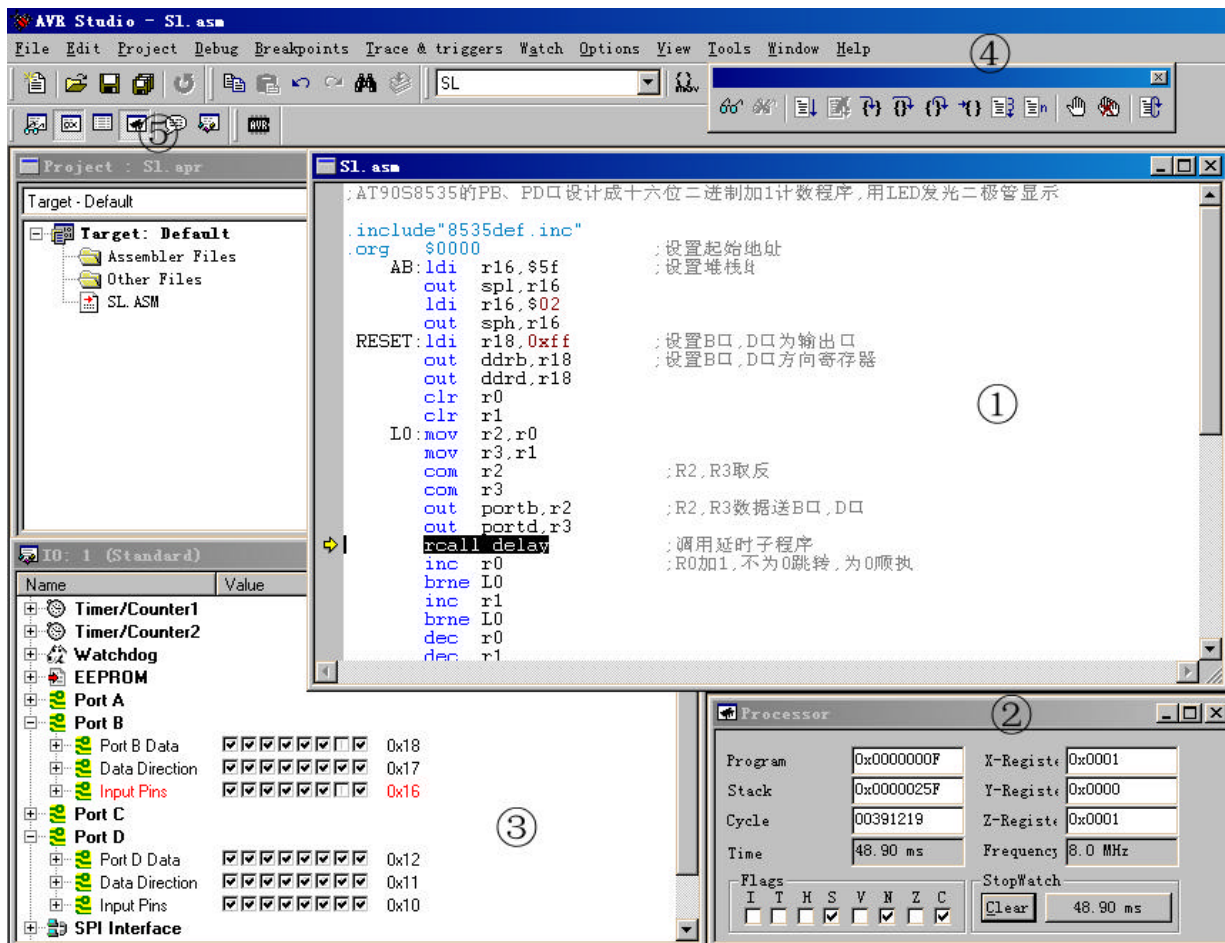

图 13
选菜单 Debug→G0 进入 Debug 调试选项窗口;①源文件调试窗口;②打开 Processor 观察窗口,可观察 CPU 的各种参数变化情况;③打开 Standard 观察窗口,可观察 I/O 口电平变化情况;④ Debug 调试快捷按钮。⑤观察窗口快捷按钮,根据源程序调试要求,还可打开更多的观察窗口,图 13。